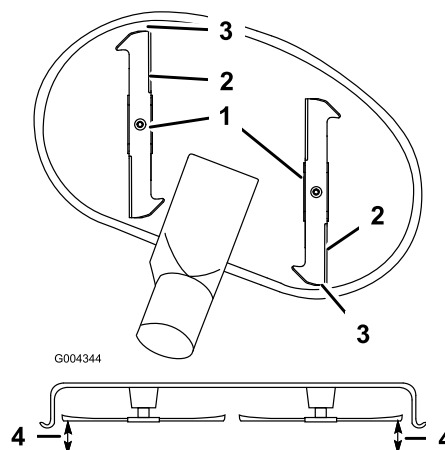

Figura 54
9. Impostate l'altezza di taglio alla posizione **D** (76 mm), e fate girare con cautela le lame in modo che siano disposte longitudinalmente (Figura 54).
10. Misurate il valore dalla punta della lama anteriore e dalla punta della lama posteriore alla superficie piana (Figura 54). Se la punta della lama anteriore non è inferiore alla punta della lama posteriore di 1,6-7,9 mm, regolate i dadi di bloccaggio anteriori.